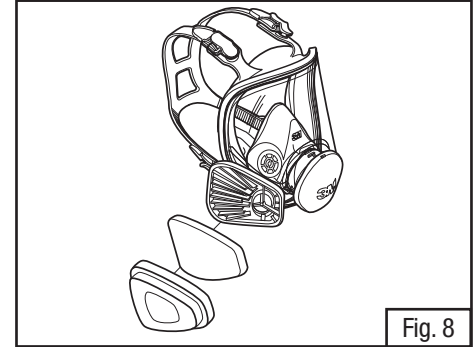

Fig. 8
3. Coloque el filtro en el soporte 501 con la impresión del filtro mirando hacia el adaptador 603. Abróchelos y asegúrese que el sello del filtro no esté arrugado o tenga espacios (Fig. 8).